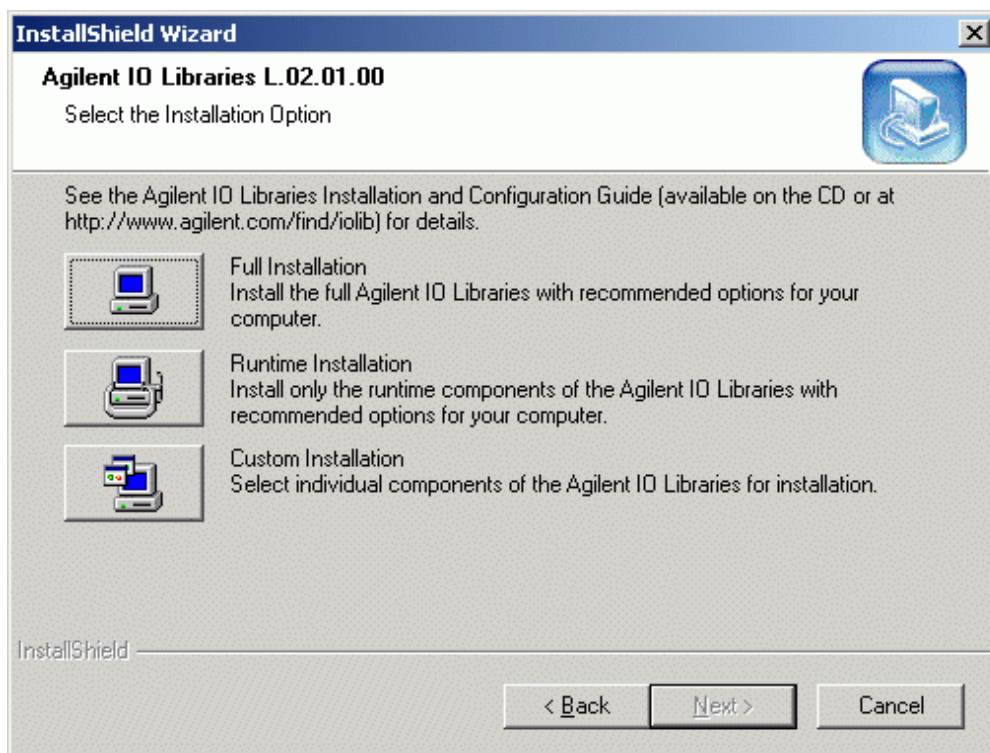

Figure 21 Options d'installation
- 4 Choisissez l'option **Full Installation (Installation complète)** pour installer à la fois les bibliothèques SICL et les composants VISA. Le système passe à l'écran suivant et affiche les paramètres en cours (voir Figure 21).